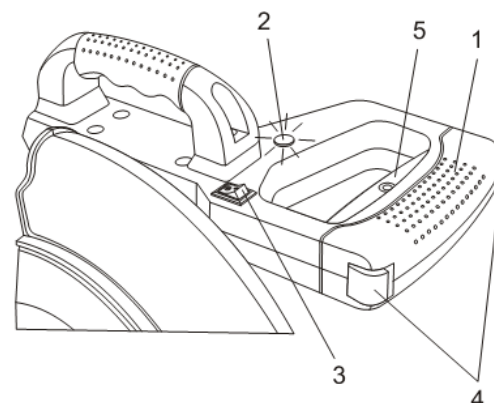

Fig. 20
Les interrupteurs et le voyant d'alimentation sont tous contenus dans la poignée principale (1) de la scie à onglet (Fig. 20). La description du fonctionnement de chaque élément est décrite dans les paragraphes suivants.